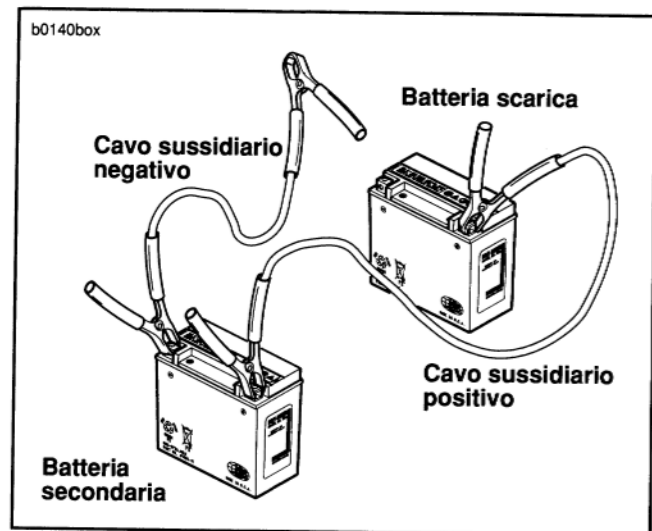

Figura 46. Collegamenti del cavo sussidiario
2. Vedere la figura 46. Collegare un'estremità del cavo sussidiario al morsetto positivo (+) della batteria SCARICA.